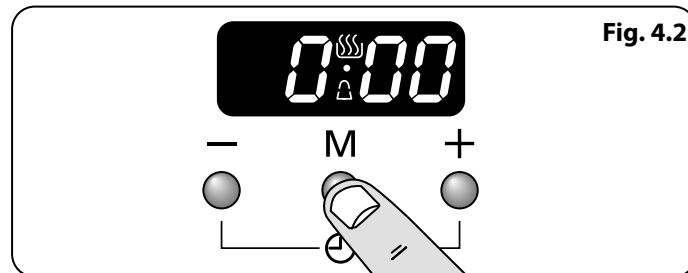
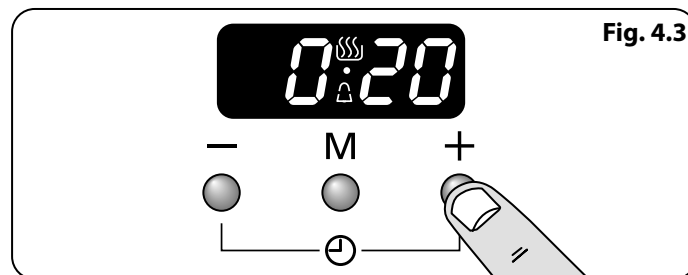

Fig. 4.2
Fig. 4.3
1. Appuyer sur le bouton mode [M] une fois (**Fig. 4.2**). Le symbole de la cloche [🔔] clignotera sur l'écran. Sélectionner le compte à rebours souhaité entre 00.01 h et 23.59 h à l'aide du bouton [+] (**Fig. 4.3**). Le compte à rebours débutera automatiquement et le symbole [🔔] s'affichera à l'écran.